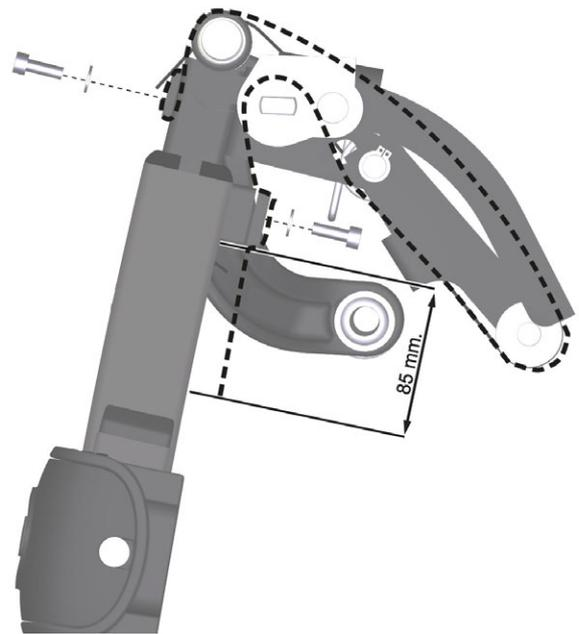

Abbildung 187. Montage des Beinstützenriemens an der Beinstütze.
3. Das eine Ende des Beinstützriemens abmontieren, indem man den unteren Teil der Beinstütze leicht anhebt, während gleichzeitig die beiden Schrauben an Vorderseite der Beinstütze entfernt werden. Befestigungsplatte aus der Schlaufe des Riemens ziehen. Siehe Abbildung. 187.
3. Unteren und oberen Teil der Beinstütze zusammenschieben, Beinstützenriemen durch den Beinstützenmechanismus ziehen. Siehe Abbildung. 187.
4. Befestigungsplatte in der Schlaufe des Riemen platzieren und mit den beiden Schrauben an der Vorderseite der Beinstütze montieren. Siehe Abbildung. 187.